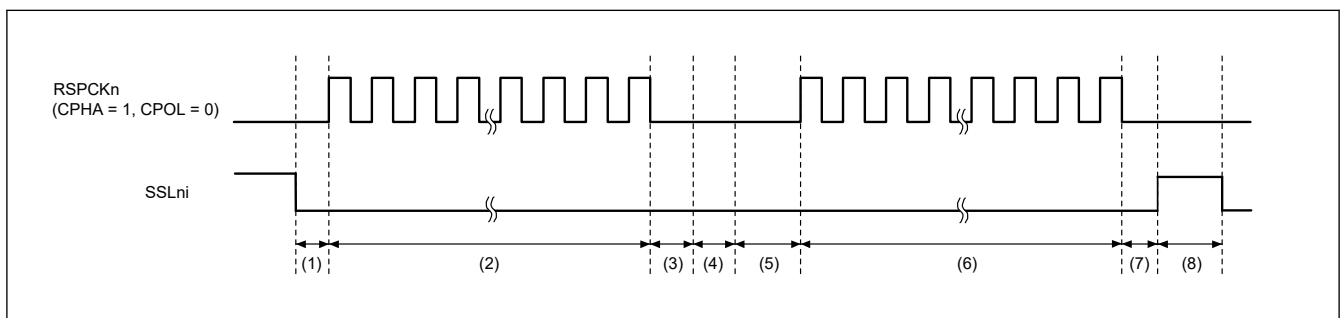

図 33.60 SSLKP ビットを利用したバースト転送の動作例 (BFDS = 0、SPFRF = 0)
図 33.60 に、SPCMD0 および SPCMD1 レジスタの設定値を使用してバースト転送を実現した場合の SSLni 信号の動作例を示します。以下では、図 33.60 に示す (1)~(8) の SPI 動作内容について説明します。SSLni 出力信号の極性は、SPI SSLni 信号極性ビット (SPCR3.SSLiP) ($i = 0 \sim 3$) の設定値で決まります。